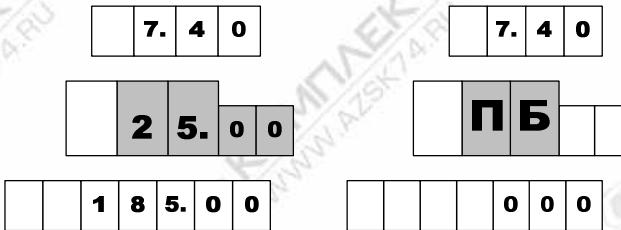

Рисунок 4
8.2 Для выдачи топлива необходимо задать дозу с системы управления. Когда устройство будет готово к отпуску топлива, в средней строке табло мигающими символами отобразится величина заданной дозы, а в случае отпуска "до полного бака" – символы "ПБ" (рисунок 4). Это дает клиенту удобный способ определить, когда можно начать заправку, а также убедиться, что задано именно то количество топлива, которое он заказывал. Для запуска налива необходимо снять раздаточный кран или подать команду "Пуск" с системы управления, после чего значения стоимости и объема на табло обнуляются. С этих пор на табло отображается отпущеная на текущий момент доза.